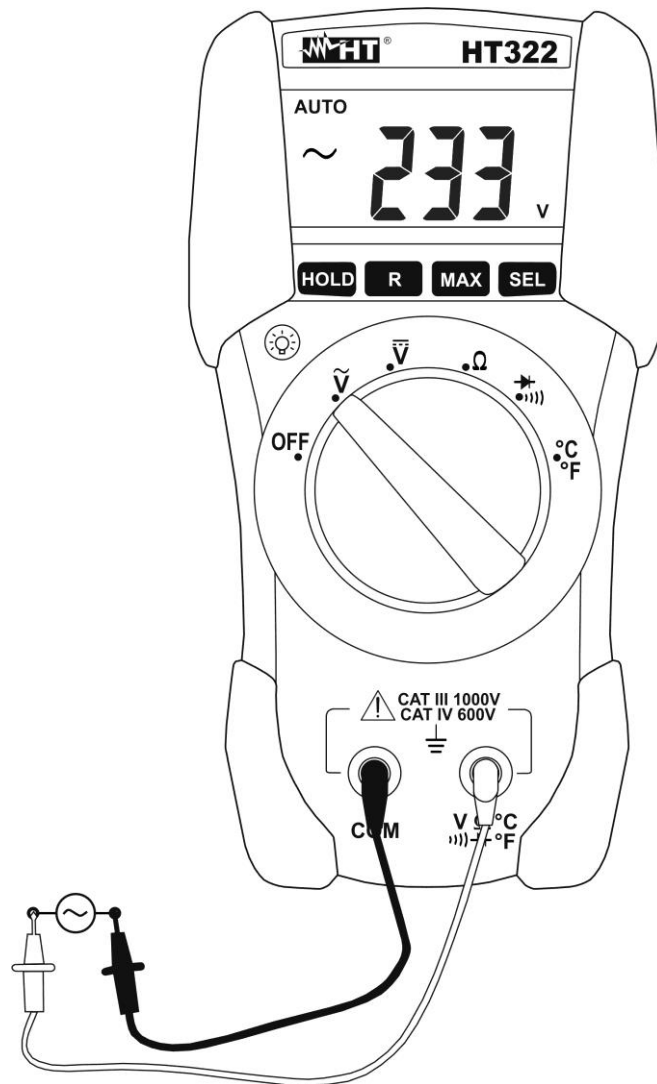

Fig. 3: Uso do instrumento para medir Tensões CA
4. Colocar as ponteiros nos pontos pretendidos do circuito em exame (ver Fig. 3). O valor da tensão é apresentado no display.